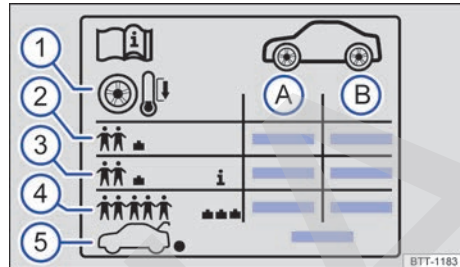

Fig. 190 Símbolos en el adhesivo de la presión de los neumáticos.
Datos que figuran en el adhesivo → fig. 190:
En función del vehículo, el adhesivo de la presión de los neumáticos puede incluir una presión de confort → fig. 190 ③. La presión de confort permite aumentar el confort de marcha. Cuando se circula con la presión de confort, puede que se incremente el consumo de combustible.